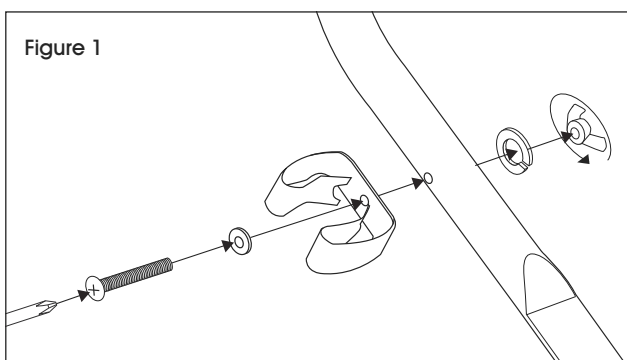

Figure 1
(See Figure 1)
1. Installez le montant pour torche électrique sur le manche comme illustré. (Voir Figure 1)